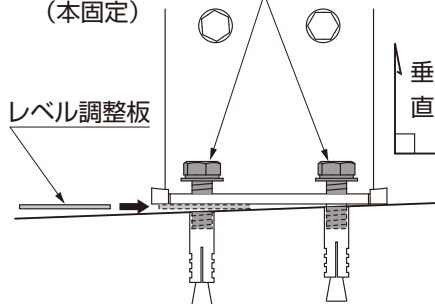

図4-7 G.L.が傾斜している場合
- 水勾配などのためG.L.が傾斜している場合は、レベル調整板を柱ベースの下に差し込んでセンサー柱が垂直になるように調整してください。(図4-7参照)
- ④センサー柱の垂直を確認後、仮止めしていた【3-2】をしっかりと締めてください。